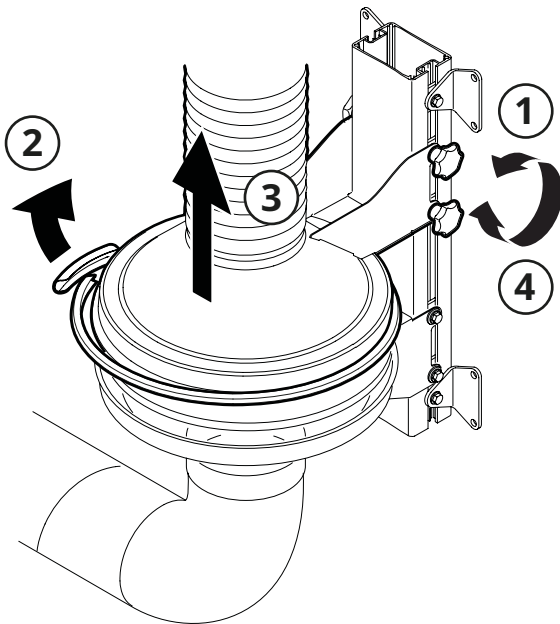

Fig. 16
2. Den Drehknopf (1, **Fig. 16**) des oberen Kegels und den Spannring (2) lösen.
3. Anschließend den oberen Kegel (3) nach oben schieben und sicher am Aluminiumprofil (4) befestigen.
1. Den abschließbaren Sicherheitsschalter nach oben ziehen und den Druckbehälter entleeren (**Fig. 16**).
2. den abschließbaren Sicherheitsschalter nach oben ziehen und den Wasserabscheidefilter in Verbindung mit der Entleerung des Druckbehälters leeren (**Fig. 16**).